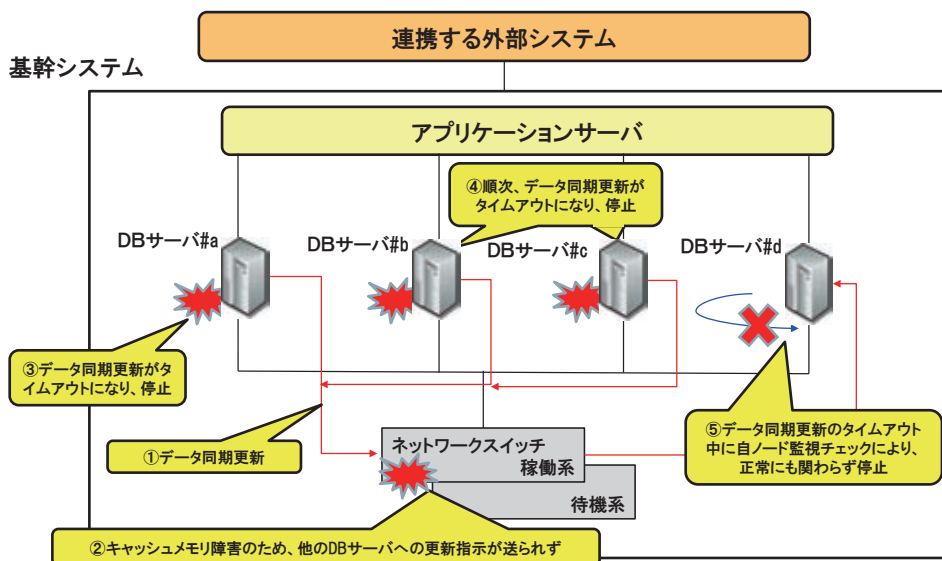

図 3.23-2 障害経緯
サーバ停止の直接の原因は、ネットワークスイッチのキャッシュメモリ故障であった。このスイッチは、本件に関してエラーメッセージを出力しなかったので障害検知ができなかった。以下、全 DB サーバが停止した経緯を示す (図 3.23-2)。
DB サーバ #a にデータ更新が行われた際、DB サーバ #a はデータ同期更新機能によって他の DB サーバ 3 台との間でセッションを張り、DB サーバ #a から他の DB サーバ 3 台へデータ更新の送信を行った (図 3.23-2 ①)。この時点でネットワークスイッチが正常動作しておらず他の DB への同期更新が正常に行われなかったため (図 3.23-2 ②)、DB サーバ #a と受信側の DB サーバがタイムアウトになった。監視機能は DB サーバ #a が DB 更新エラーになった通知を受け取り、DB サーバ #a を止めた (図 3.23-2 ③)。DB サーバ #b、#c でも DB サーバ #a と同様の DB 更新エラーが発生し、順次停止していった (図 3.23-2 ④)。
監視機能の SQL を投入したため、この SQL がデータ同期更新のタイムアウトに巻き込まれてタイムアウトになってしまい、DB サーバ #d も停止してしまった (図 3.23-2 ⑤)。